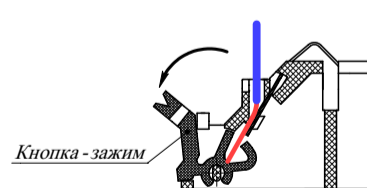
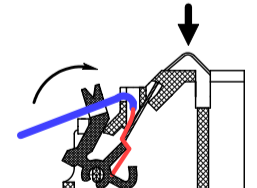

Рисунок 1
Рисунок 2
Кнопки-зажимы контактов 3 и 4 (маркировка контактов выполнена на контактной группе) предназначены для подключения «-» ШС. В состоянии поставки кнопки-зажимы находятся в отжатом положении, освобождая каналы для ввода проводов (см. рисунок 1). Подключение проводов ШС следует проводить в следующей последовательности: – ввести в канал провод и зафиксировать его, поджав кнопку-зажим до упора (см. рисунок 2);
- проверить надежность соединения для чего необходимо надавить на изгиб контакта, имитируя нажим извещателем (см. рисунок 2) и потянуть провод на себя;
- завести провод в паз, расположенный на кнопке-зажиме (см. рисунок 2).